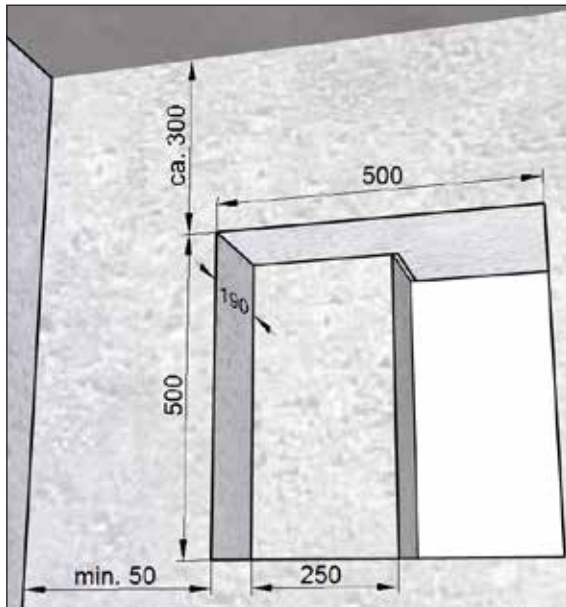

Abb. 8: Mauerdurchbruch für Montageset **ohne** Füllstück, Maße in Millimeter
- Mauerdurchbruch mit Nische (siehe Abb. 8) für Montageset **ohne** Füllstück M-WRG-M/Fü
- Mauerdurchbruch mit Nische (siehe Abb. 8 auf Seite 17) für Montageset **ohne** Füllstück M-WRG-M/Fü